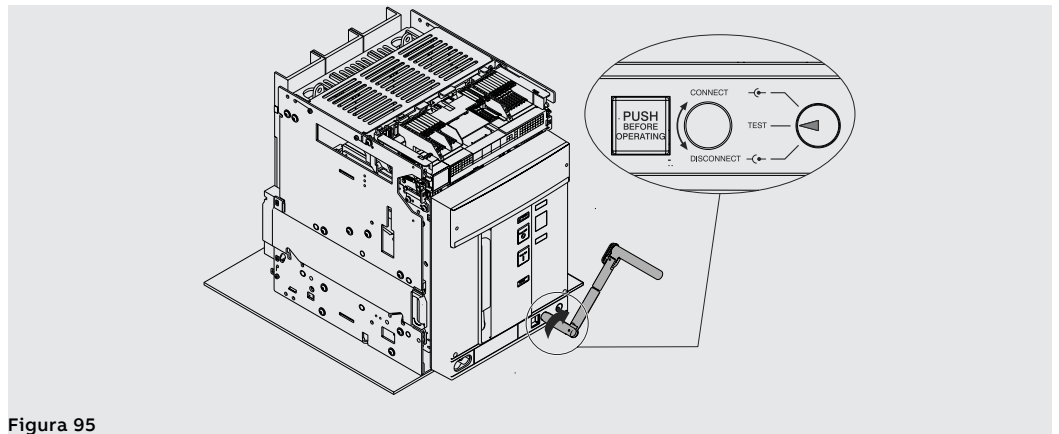

Figura 95
10. Girar la manivela en sentido horario hasta que salga el pulsador y el indicador señale que el interruptor está en posición **TEST**. Véase Figura 95.